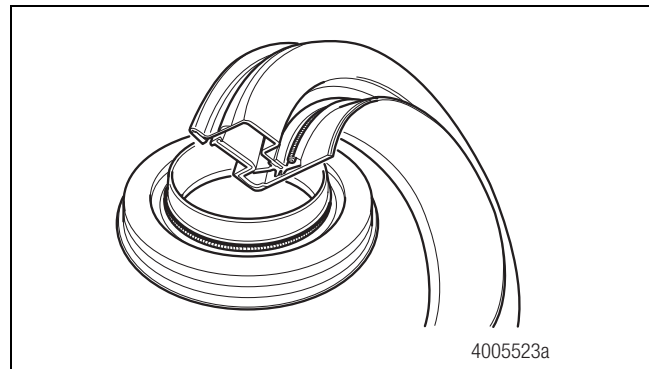

Figura 5.35
1. Retire del paquete el sello de labio múltiple de reemplazo. Figura 5.35.